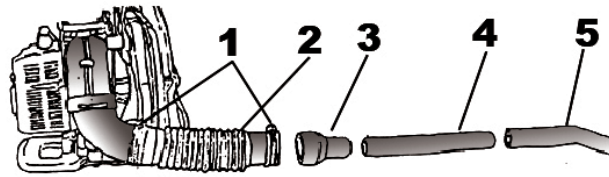

Fig. 5
- Quitar el tanque de productos químicos, así como el tubo de plástico de entrada, tubo de desagüe, filtro, placa de pulverización, tuerca y pieza de unión, y cambiarlo por la tapa inferior del tanque. Luego conectar la tubería de espolvoreo como muestra la Fig. 5